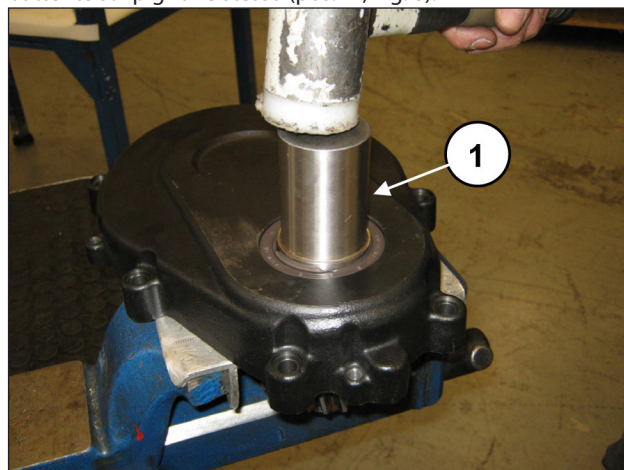

Fig. 8
Separare il pignone dal coperchio agendo mediante massa battente sul pignone stesso (pos. ①, Fig. 8).